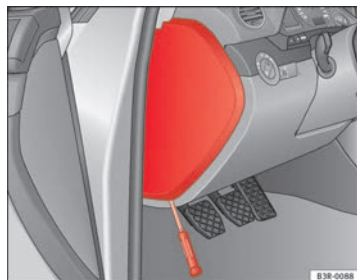

Fig. 190 À gauche dans la planche de bord : cache du boîtier des fusibles
- Retirez le couvercle des fusibles à l'aide d'un tournevis ⇒ fig. 190.